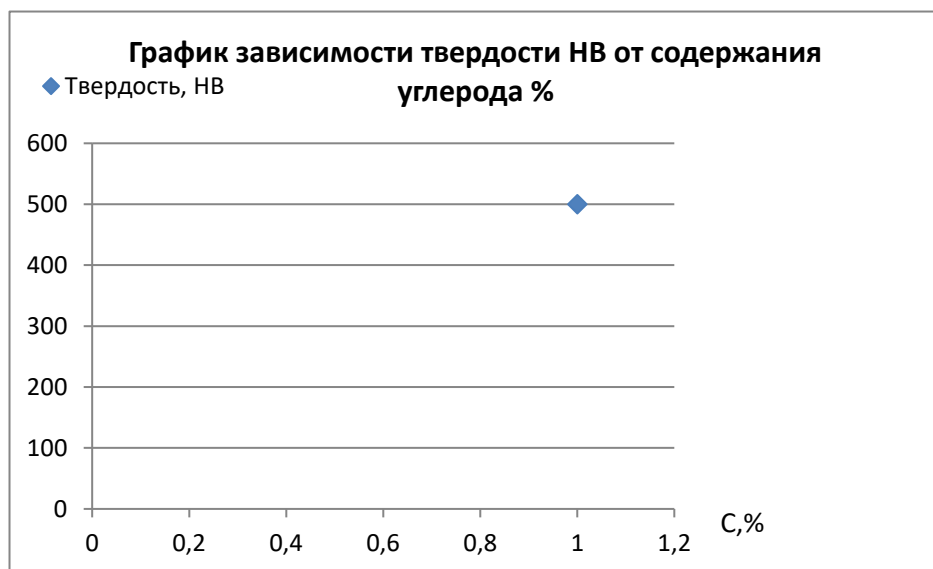

Рисунок 4.
- Построить график зависимости твердости (НВ) от содержания углерода, соединив плавной линией точки графика. (рисунок 4).